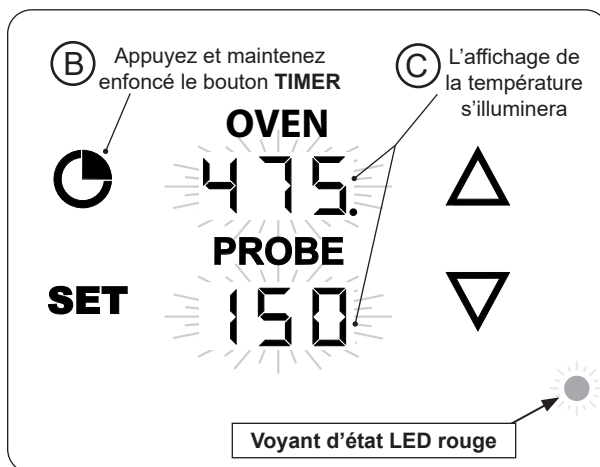

Fig. 36-2 Activez le thermostat
3. Appuyez et maintenez enfoncé le bouton **TIMER** (voir Fig. 36-2, B) jusqu'à ce que le reste des affichages s'illuminent (voir Fig. 36-2, C). (Le voyant lumineux LED rouge indique que l'appareil est en cours d'allumage.)